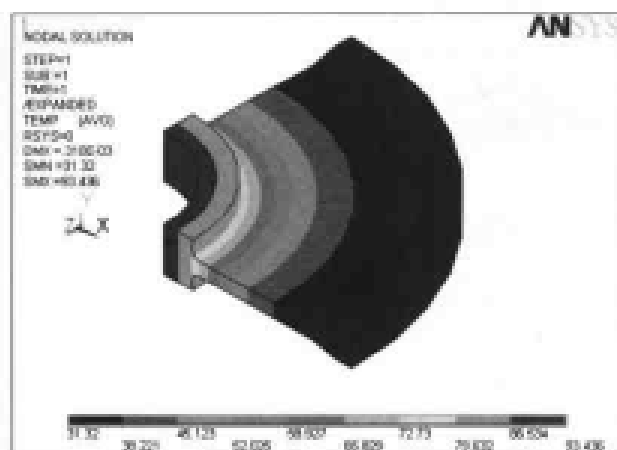

图 13-51 温度场分布等值线图
(10) 选择 Main Menu | General Postproc | Plot Results | Contour Plot | Nodal Solu 命令, 出现 Contour Nodal Solution Data 对话框, 选择 Nodal Solution | DOF Solution | Nodal Temperature 选项, 单击 OK 按钮, ANSYS 显示窗口显示如图 13-51 所示的温度场分布等值线图。